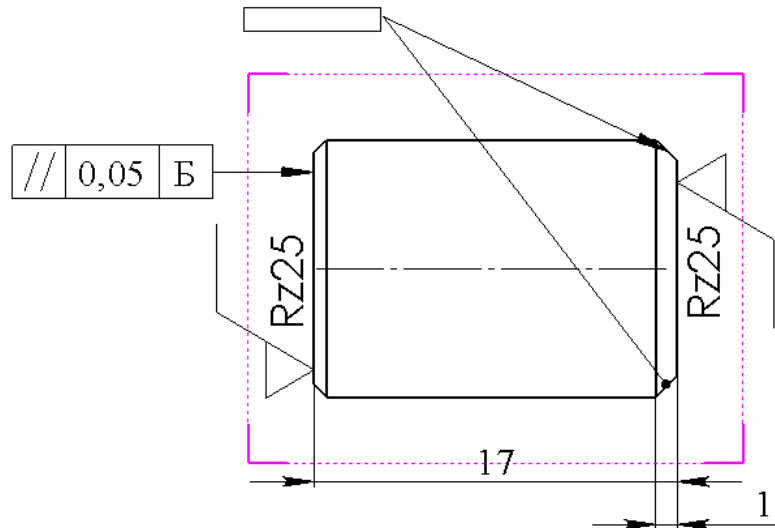

Рис. 31
- С нажатой клавишей **Ctrl** поочерёдно выберите две кромки, показанные на рис. 31 - к ним прикрепляются линии-выноски заметки;